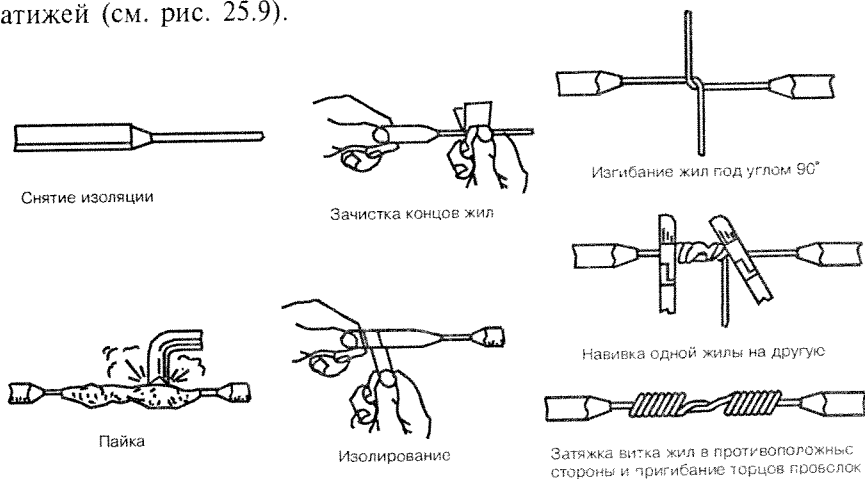

Рис. 25.9. Соединение медных однопроволочных жил скруткой с последующей пайкой
4. Навейте по 5...7 витков одной жилы на другую с помощью двух пассатижей (см. рис. 25.9).